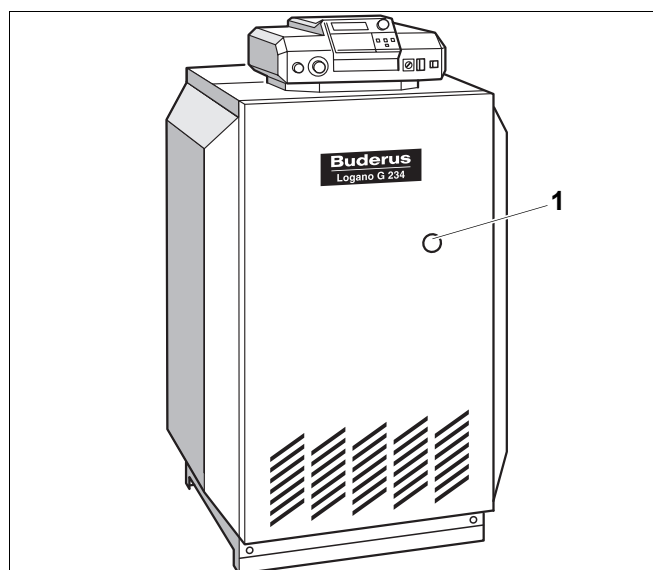

Fig. 26 Buton de resetare/led de avertizare
- Dacă clipește led-ul de pe butonul de resetare (Fig. 26, **Poz. 1**), apăsați butonul de resetare.